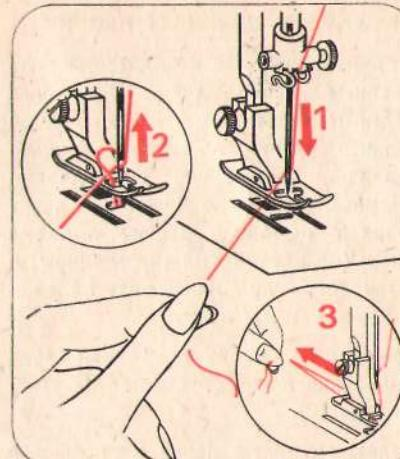

рис. 15
13. Поднятие нижней нити (рис. 15)
При этом игла делает один укол. (рис. 15)
- Осторожно притягивая конец верхней нити, одновременно вытягивают наверх нижнюю нить. (рис. 15)
- Положить концы верхней и нижней ниток назад под лапку. (рис. 15)